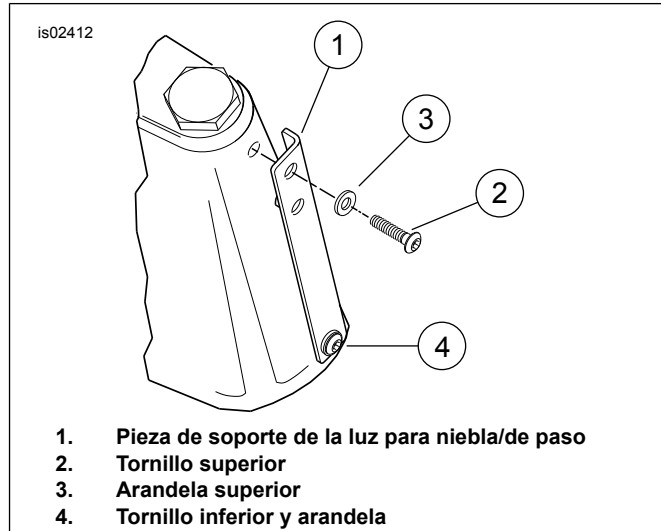

**Figura 2. Instalación de la cinta decorativa del panel delantero y del acoplamiento de parabrisas (modelos sin luces de paso)**
2. Vea Figura 2. Seleccione un tornillo cromado con cabeza tipo hongo (2) del kit. Coloque una arandela plana (3) sobre las roscas de los tornillos, seguida por un buje (4). Coloque uno de los espaciadores superiores más gruesos (5) sobre las roscas con el extremo recortado orientado alejándose de la cabeza del tornillo.
3. Inserte el extremo roscado del tornillo en el agujero superior en la cinta decorativa del panel delantero (1), y luego en el agujero superior en los paneles delantero y trasero. Apriete los tornillos con los dedos.